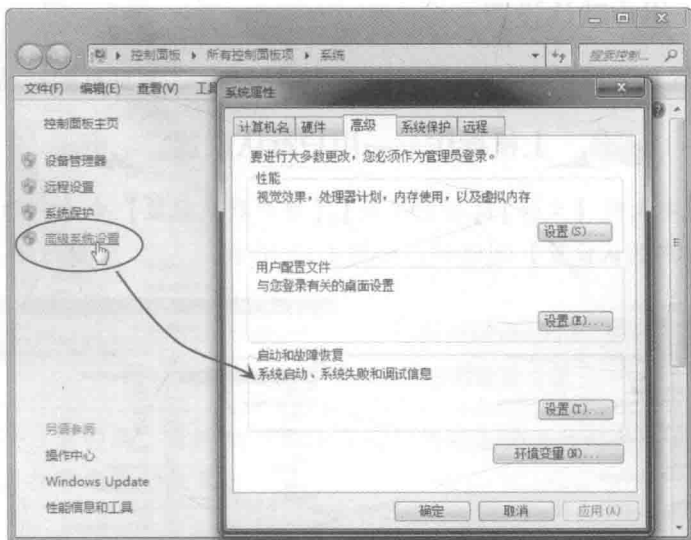

图 1-7 【系统属性】对话框
- 01 在桌面上右击，执行【我的电脑】|【属性】命令，弹出【控制组】窗口。在窗口中选择左栏中【高级系统设置】选项，弹出【系统属性】对话框，如图 1-7 所示。